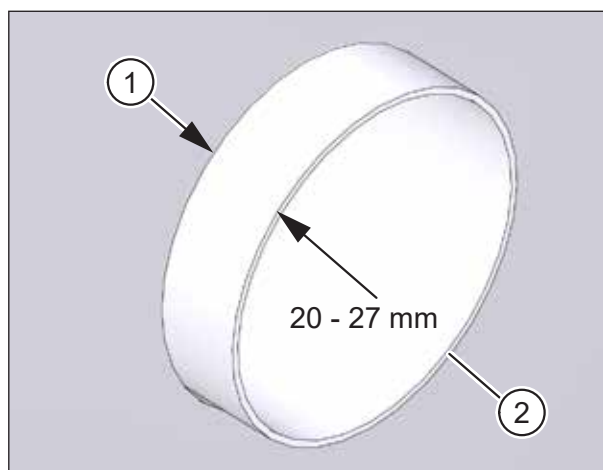

Fig. 20 : Examiner les tuyaux d'aération
- ▶ Vérifiez si les tuyaux d'aération dépassent de 20 à 27 mm (voir pos. 1 dans Fig. 20) de l'enduit extérieur.
- ▶ Vérifiez si les bouts coupés des tuyaux d'aération (voir pos. 2 dans Fig. 20) sont ébavurés.